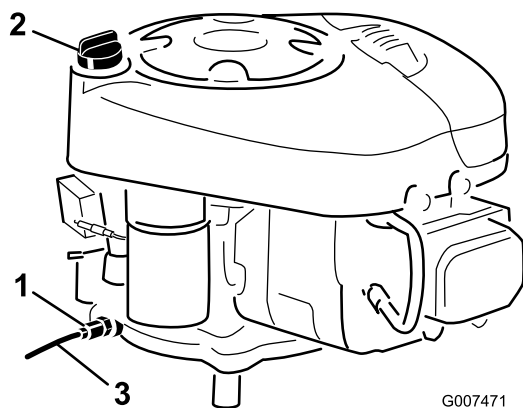

Figura 22
9. Inserte el tubo de drenaje sobre la válvula de vaciado de aceite (Figura 22).
11. Abra la válvula de vaciado de aceite (Figura 22).